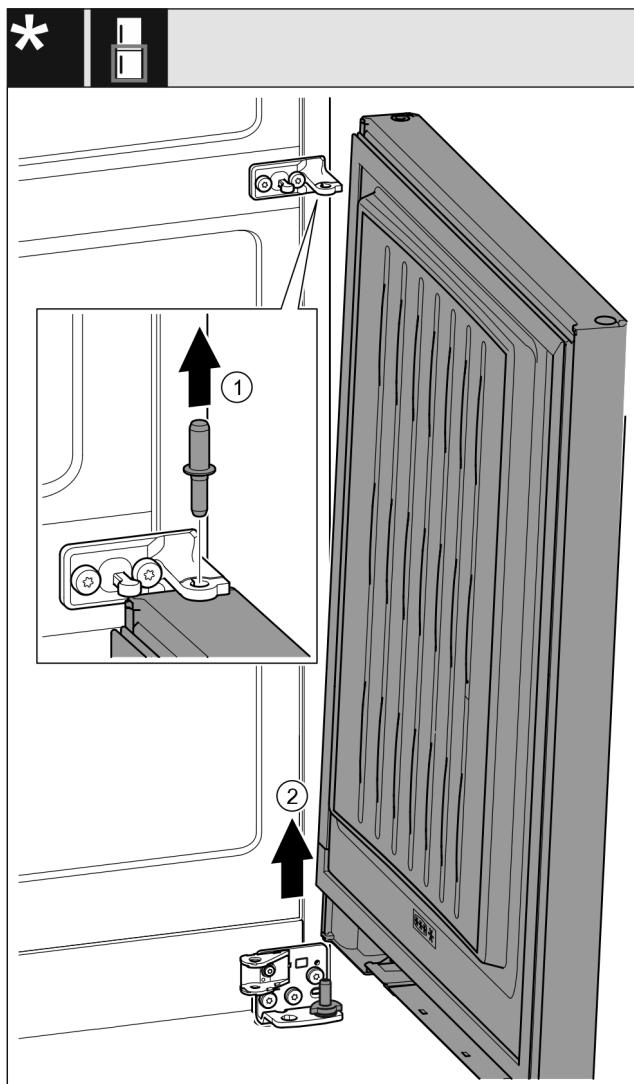

Fig. 23 *
- Τραβήξτε έξω τον πείρο προς τα επάνω. Fig. 23 (1)*
- Ανοίξτε την πόρτα, τραβήξτε τη προς τα επάνω και παραμερίστε τη στην άκρη. Fig. 23 (2)*